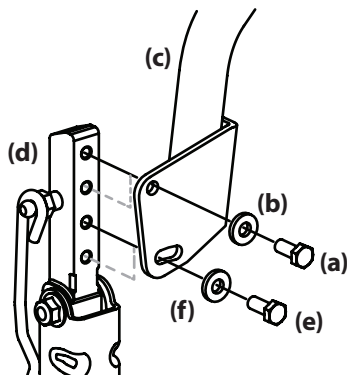

Figure 4-5
2. Retenez la barre pour qu'elle ne tombe pas, puis enlevez le boulon hexagonal (e) et la rondelle plate (f) inférieurs de la barre de conduite (c) et du support pivotant (d). Voir Figure 4-5.
1. Si le boulon hexagonal inférieur (e) n'est pas desserré, desserrez-le et ajustez la barre de conduite vers l'avant ou vers l'arrière à la position désirée. Voir Figure 4-5.